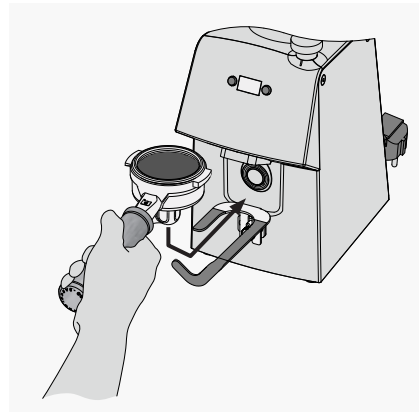

FIG.1
Pulsar sobre pulsador ⑩. Cada vez que quiera café molido, solo tiene que colocar el portafiltro de su máquina bajo la salida de café ⑧, guiado por la horquilla ⑫. (FIG.1)